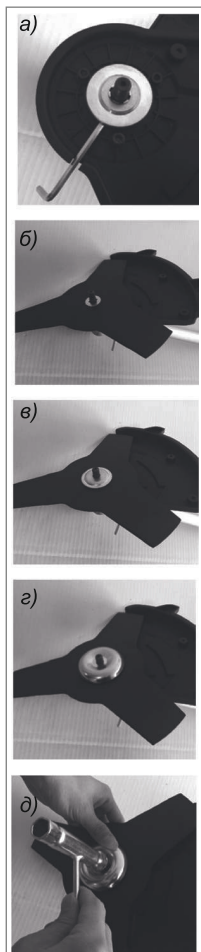

Рис. 4
1. Снимите дополнительный защитный кожух, если он установлен. Должен остаться только основной защитный кожух. (Рис. 4а)
2. Вставьте монтажный штифт через приемную шайбу в выемку конической передачи. Прокрутите вал до попадания штифта в передачу. Приводной вал будет заблокирован. (Рис. 4а)
3. Установите нож. Соблюдайте правильное направление вращения ножа. Направление стрелок вращения, расположенных на ноже и на защитном кожухе должны совпадать. (Рис. 4б)
4. Установите шайбу. (Рис. 4в)
5. Установите защитный диск (Рис. 4г)
6. Сильно затяните гайку с помощью ключа против часовой стрелки. (Рис. 4д)